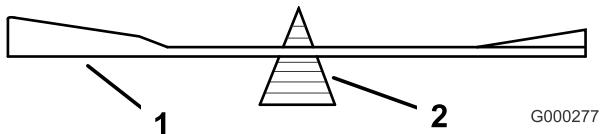
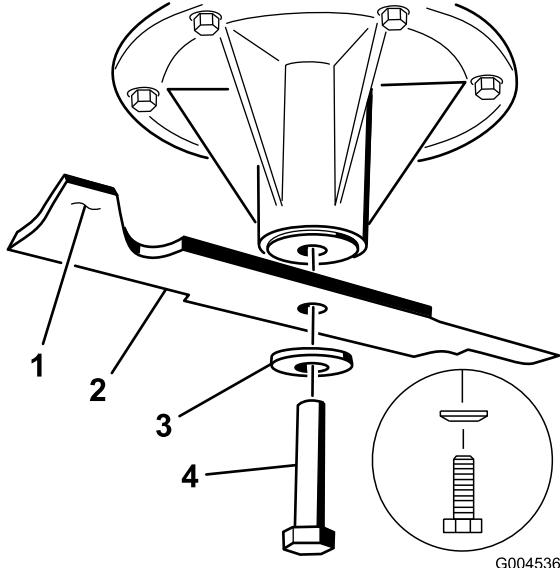

Figure 87
Figure 88
2. Enlevez de l'axe, le boulon, la rondelle bombée et la lame (Figure 88).
2. Vérifiez l'équilibre de la lame en la plaçant sur un équilibrage (Figure 87). Si la lame reste horizontale, elle est équilibrée et peut être utilisée. Si la lame est déséquilibrée, limez un peu l'extrémité de la partie relevée seulement (Figure 88). Répétez la procédure jusqu'à ce que la lame soit équilibrée.
1. Placez la lame sur l'axe (Figure 88).
2. Montez la rondelle bombée et le boulon de la lame. Le cône de la rondelle bombée doit être dirigé vers la tête du boulon (Figure 88). Serrez les boulons des lames à un couple de 115 à 150 Nm.